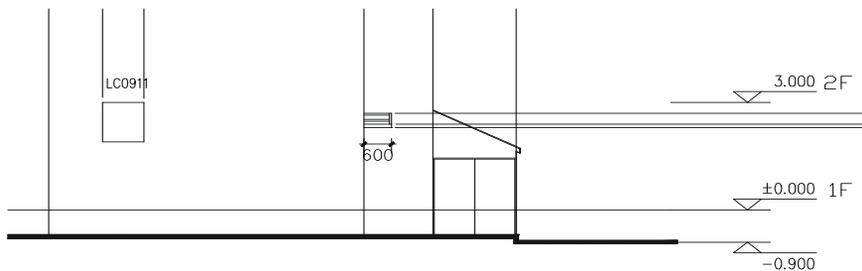

图 12-1-54
**STEP 11** 使用复制命令 COPY 将右边②-10—②-11立面窗户顶上的栏杆复制到左边的立面上，并对其进行整理，如图 12-1-54 所示。